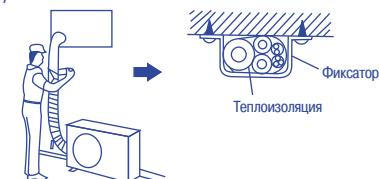

Рис. 22
- (1) Соберите трубопроводы, дренажный шланг и кабель (если это допускается действующими стандартами) в жгут и оберните его белой декоративной лентой.
- (2) Оберните лентой часть жгута, расположенную снаружи помещения, начиная от наружного блока (рис. 22).